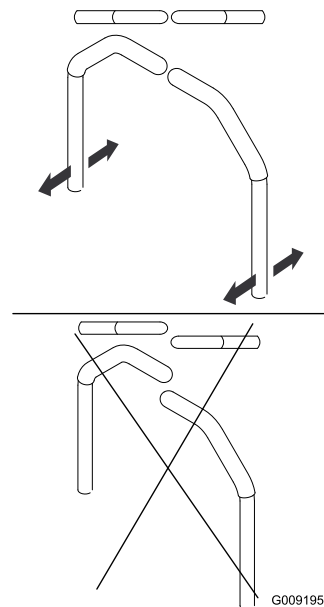

Bild 99
4. Fluchten Sie die Hebel in Längsrichtung aus. Bringen Sie die Hebel zuerst in der NEUTRAL-Stellung zusammen und schieben Sie die Hebel dann so lange, bis sie ausgefluchtet sind. Ziehen Sie dann die Schrauben an (**Bild 99**).